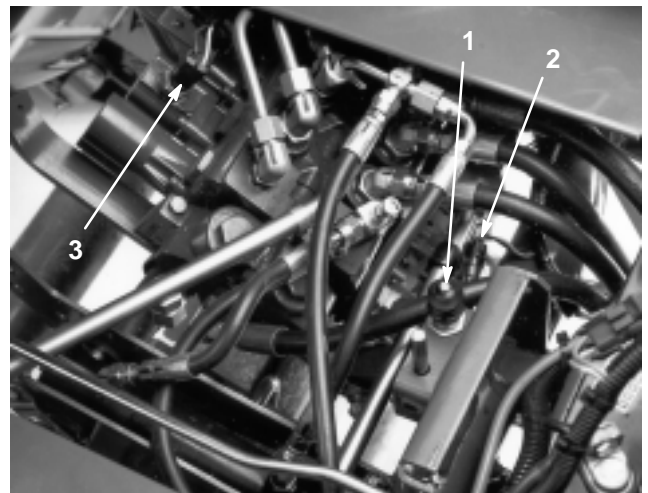

Bild 50
2. Entfernen Sie den Überzug vom Tastenende des Sitzschalters (Bild 50) und bewahren diesen für das Anbringen am neuen Schalter sicher auf. Ziehen Sie die Schalteranschlüsse.
2. Ziehen Sie die Schalteranschlüsse vom Fahrtriebsschalter, der sich in der Ventilverteilerhaube im Wahlventilbereich befindet (Bild 50).
2. Ziehen Sie die Schalteranschlüsse vom Mäh-/Hubschalter, der sich in der Ventilverteilerhaube befindet (Bild 50).